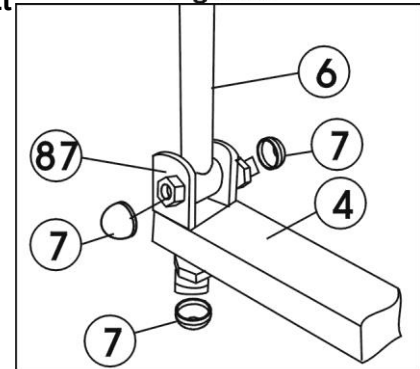

Figure 10
Nach der Installation und Einstellung des Geräts die Hutmuttern an der Verbindung der U-förmigen Halterungen (87) anbringen, Lenkerstützen (6) und Pedalstützrohr (4), (siehe Abbildung 10)